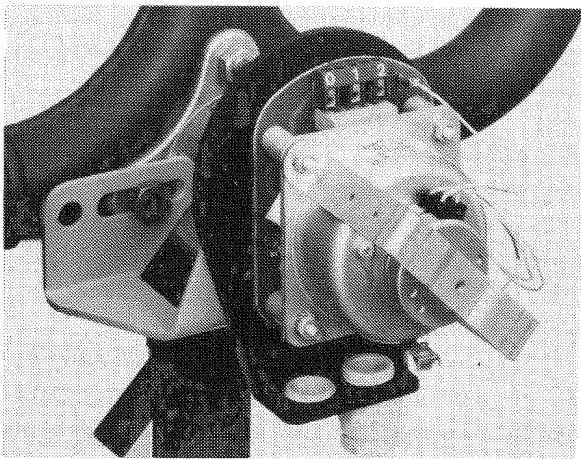

Abb. 5 Anschlußklemmen am Mischer-Motor
3. Anschlußklemmen „1“ und „2“ lösen und die beiden Adern vertauschen (Abb. 5).